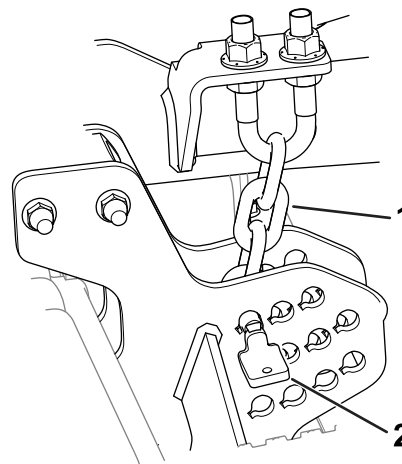

Рисунок 18
2. Снимите штифты высоты скашивания (Рисунок 18) с пластин режущего блока.